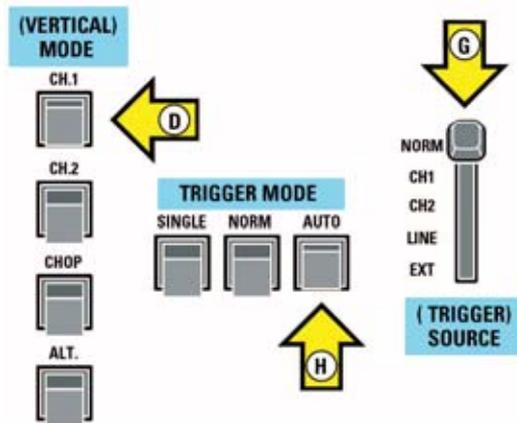

Fig.3 Hay que seleccionar CH1 en VERTICAL MODE (flecha D), AUTO en el selector TRIGGER MODE (flecha H) y NORMAL en el selector TRIGGER SOURCE (flecha G).
- LX.1612:** Precio de todos los componentes necesarios para la realización del kit (ver Fig.3), incluyendo circuito impreso, transformador, mueble de plástico **MO.1612** con el panel frontal y el panel posterior perforados y serigrafiados46,65 €
- Puesto que para esta medida normalmente se utiliza CH1 hay que presionar el pulsador CH1 de Vertical Mode (ver flecha D en la Fig.3).
- Poner el selector **Trigger Source** en la posición **Normal** (ver flecha **G** en la Fig.3).
- Presionar el pulsador **Auto** del selector **Trigger Mode** (ver flecha **H** en la Fig.3). En algunos osciloscopios se utiliza un **conmutador rotativo** o de **palanca**.
- D: Pulsadores VERTICAL MODE (ver Fig.3).
- G: Selector TRIGGER SOURCE. Ha de seleccionarse la posición Normal (ver Fig.3).
- H: Selector TRIGGER MODE. Ha de seleccionarse la posición Auto (ver Fig.3).